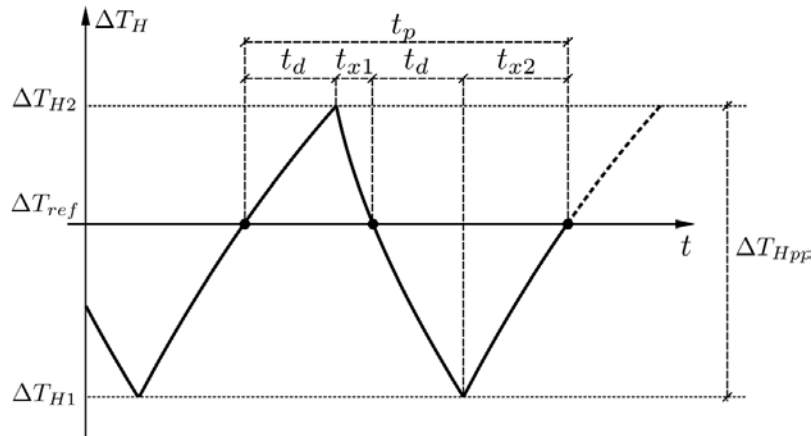

Figura 2: Ripple de temperatura en estado estacionario con control ON-OFF.
- 2) Encuentre la expresión genérica del ripple pico a pico del sistema ( $\Delta T_{Hpp}$ ) en estado estacionario, empleando los parámetros indicados en la Figura 2. A partir de los parámetros de la Tabla 1, evalúe dicha expresión y verifique el resultado mediante simulaciones. Teniendo en cuenta que  $\tau \gg t_d$ , desarrolle una expresión aproximada de  $\Delta T_{Hpp}$  que evite el cálculo de expresiones exponenciales. Verifique la validez de esta aproximación mediante simulaciones.
- 3) Encuentre la expresión genérica del periodo del ripple de temperatura ( $t_p$ ), teniendo en cuenta los parámetros indicados en la Figura 2. Además, si se tiene en cuenta que  $\tau \gg t_d$ , desarrollar una expresión aproximada para el periodo y verificar los resultados mediante simulaciones.